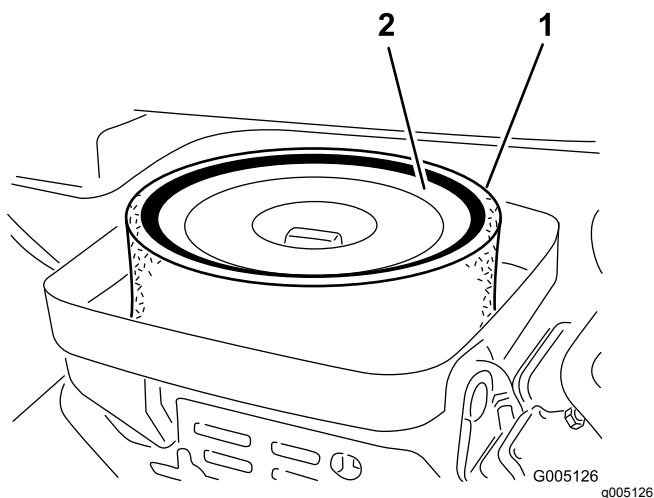

Figura 32
3. Togliete il dado ad alette che fissa gli elementi al corpo del filtro dell'aria (**Figura 32**).
4. Se l'elemento in schiuma sintetica è sporco, rimuovetelo dall'elemento di carta (**Figura 32**). Pulitelo accuratamente, come indicato di seguito: